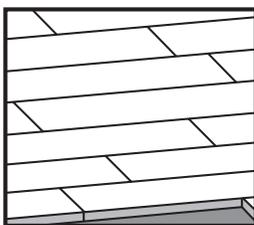

FIGURE 1.1 (CORRECTE)
ÉTAPE 8: Il est suggéré d'espacer les joints d'au moins le double de la largeur d'une latte. Par exemple, pour des lattes de 3 1/4 po de largeur, distancez les joints de 6 1/2 po. Il se peut que certaines largeurs ne vous permettent pas de placer les joints à une distance double de largeur. Harmoniser si possible l'apparence. Si disponible, une cloueuse à clous à tête perdue constitue l'outil idéal pour accélérer le clouage en surface et le clouage invisible. Assurez-vous qu'il y a un clou à environ 1 ou 2 po de chaque bout de la latte. Référez-vous aux figures 1.1 et 1.2.